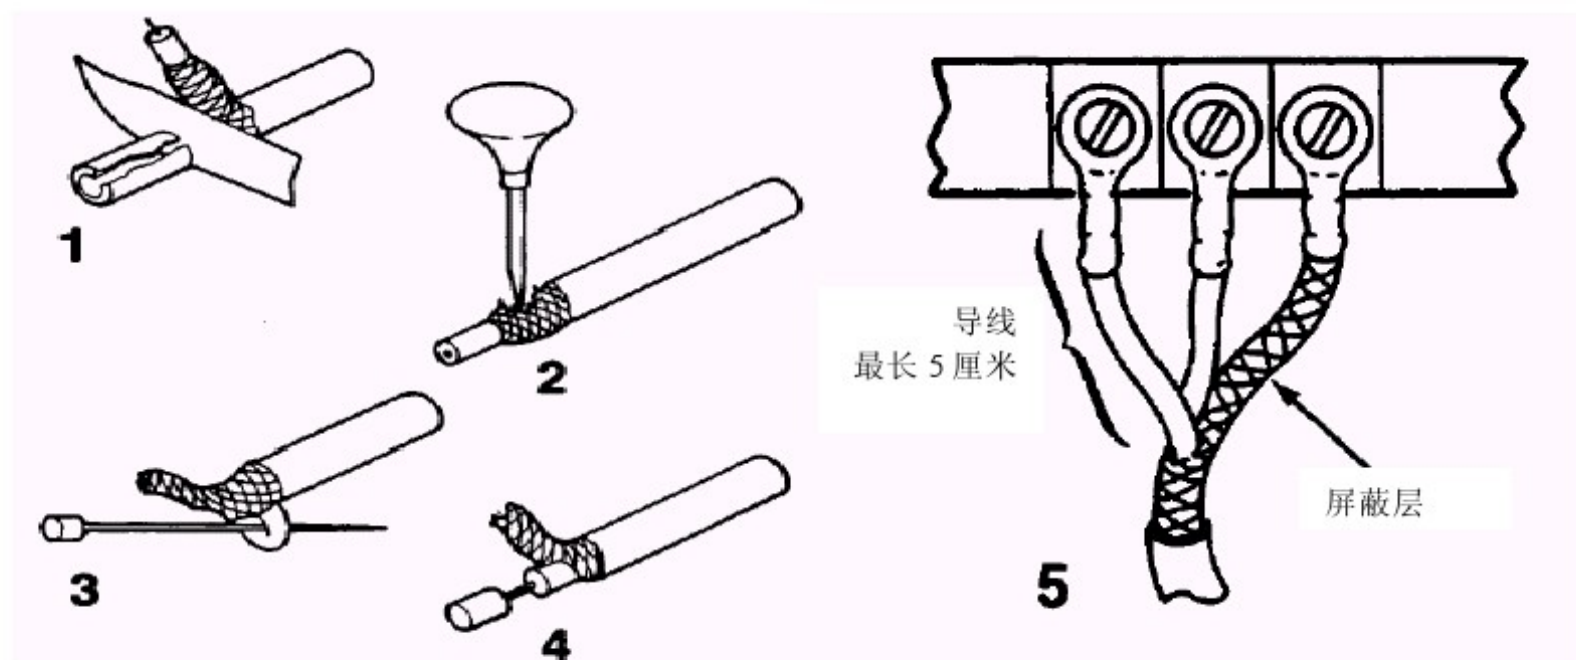
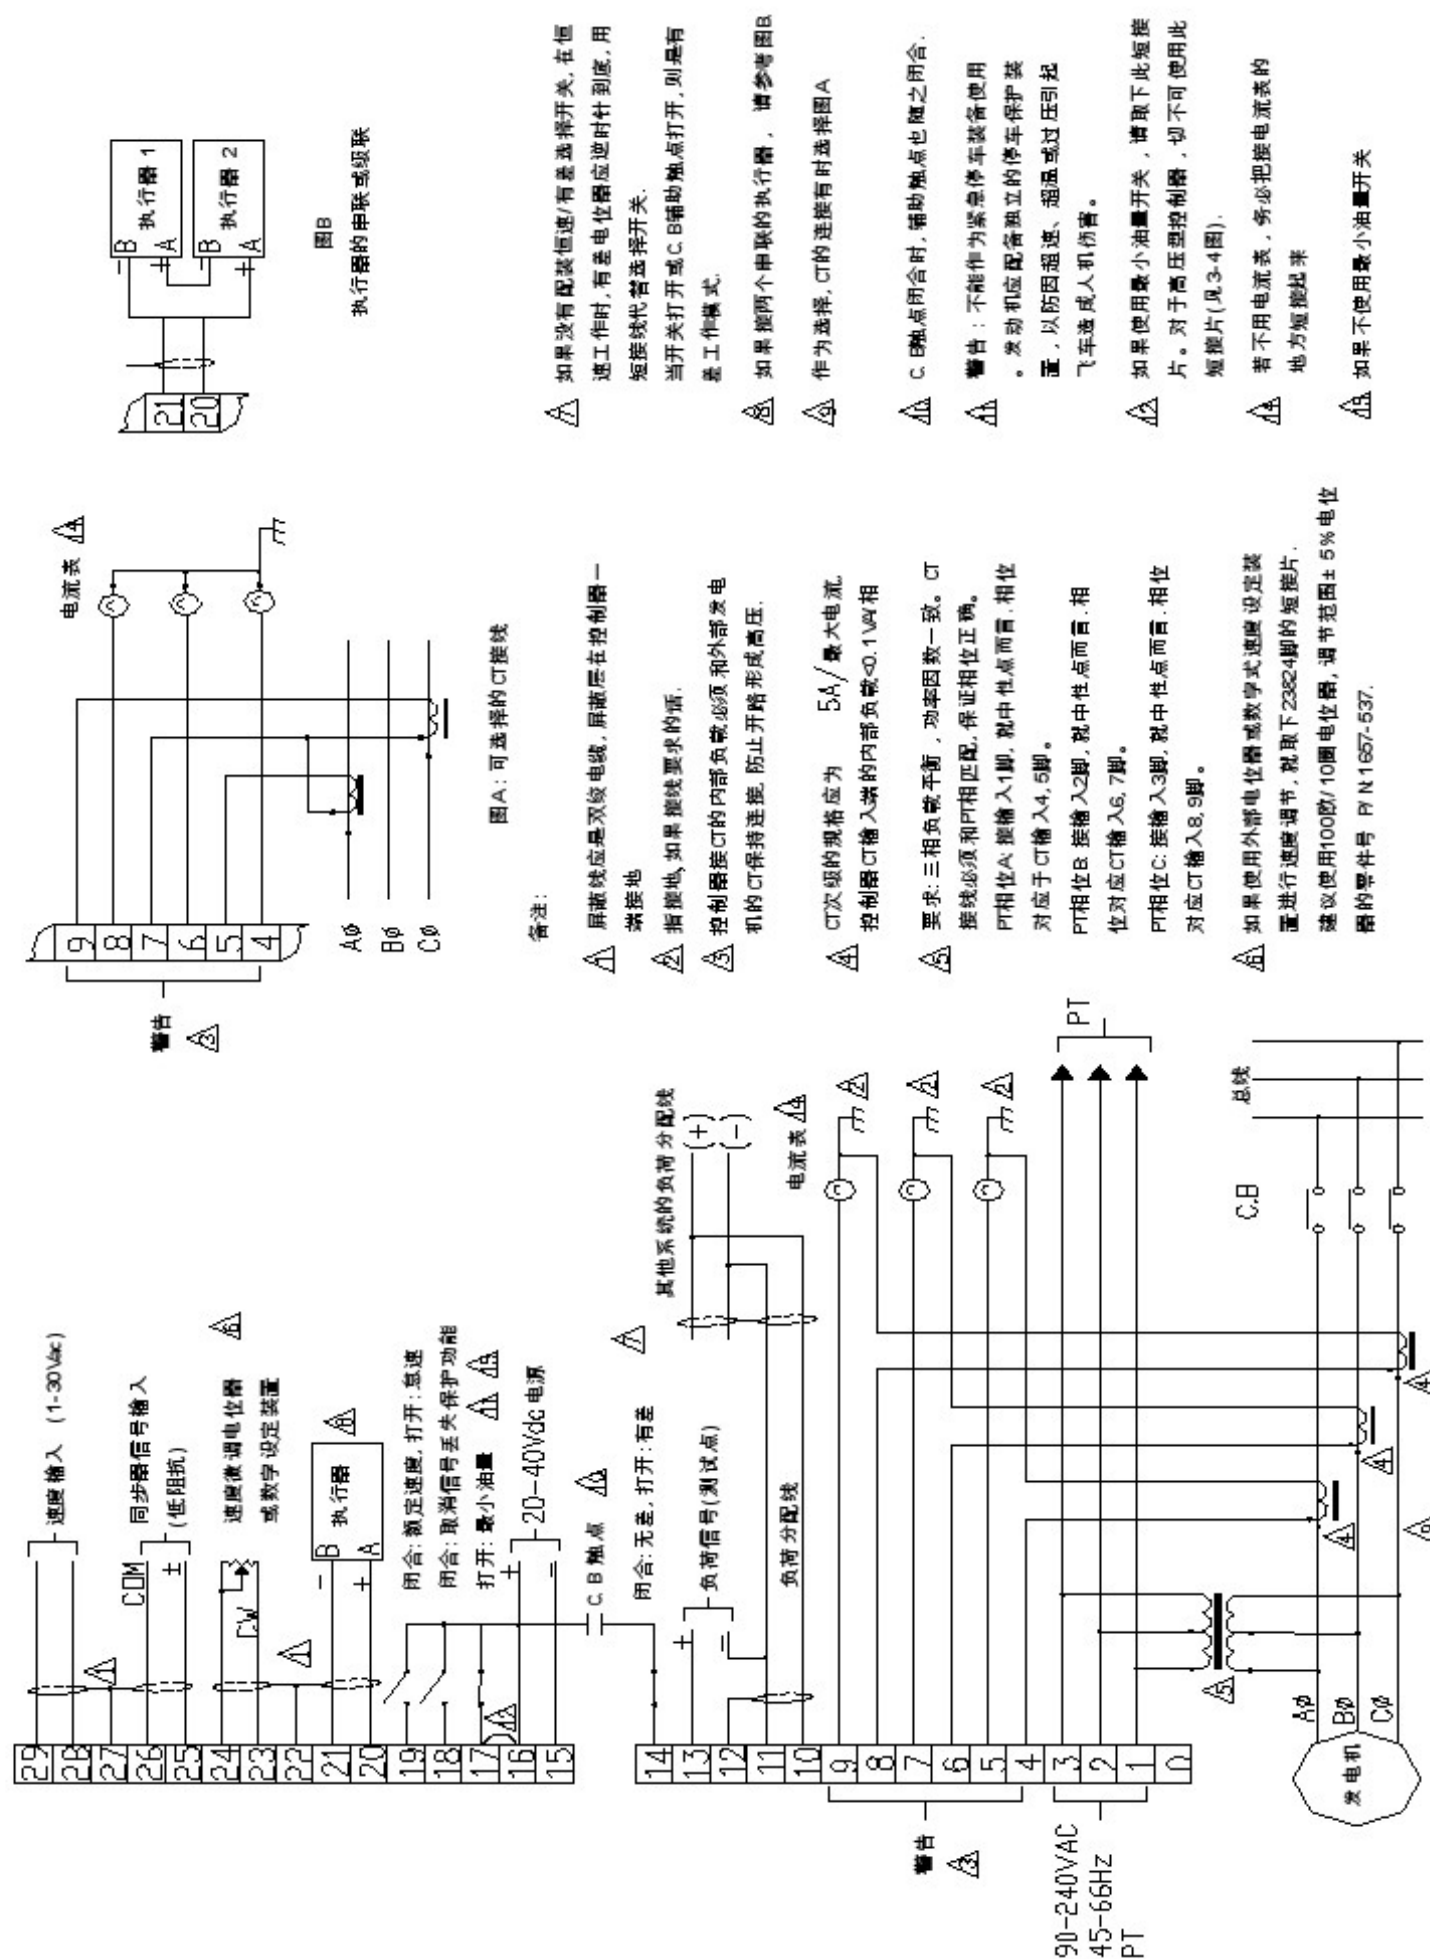

图 3-1 屏蔽线缆剥线和接线示意
图3-3 电气接线图 (低压型)
对于典型安装的控制器的，其对外电气接线及屏蔽线的要求，请参照图 3-3，本章节也对这些要求做了详细讨论。
所有屏蔽线缆必须是双绞线。不要给屏蔽层上锡。所有的信号线应该使用屏蔽线，以防止从邻近设备中拾取电磁干扰信号。屏蔽线的接线方法见图 3-1 和电气接线图 3-3。接线时，去掉屏蔽层的导线要尽可能短，不要超过 5 厘米；屏蔽线应在控制器一端接地，屏蔽线另一头保持开路。布置信号屏蔽线时，应避开携带强电流的电缆，有关这方面的详细论述，请参阅文献 PMCC821D “电调系统的防干扰控制”。
当需要使用屏蔽线时，应按要求截取线缆长度，并参照图 3-1，按以下步骤安装接线。
PT 次级线线间的电压一定在 90~240Vac（RMS,交流有效值）范围内,参考接线图 3-3。
CT 标准的接线方式见图 3-3。在图中上方还插入另外一种接线方式（OPEN DELTA）。
最小限油触点开关控制可选作为正常停车控制。控制器端脚 17 和 16（+，高压型为 0 端脚）之间接有一短接片，如图 3-3 所示。记住：请不要随意取下此短接片，除非采用外接的触点开关控制。要知道，端脚 17 上如果没有加上 20~40VDC 工作电压，控制器将不会工作的。只有当端脚 17 和 16（+）之间触点闭合，端脚 17 有了工作电压，控制器才能使执行器按要求动作。
控制器端脚 23 和 24 之间必须保留短接片，除非选用外接的远程速度微调电位器。如果使用外接电位器，屏蔽线的接法请参照图 3-3；其中，屏蔽层接到 22 脚。从控制器到执行器屏蔽层必须连续，不能有中断，并且要与其他导体表面绝缘。使用一只 100Ω 的电位器，可得到额定转速±5%的调节量；如果调节量不需要很宽，就选用阻值小一点的电位器。建议使用多圈电位器。
B. 参照图 3-3 检查接线